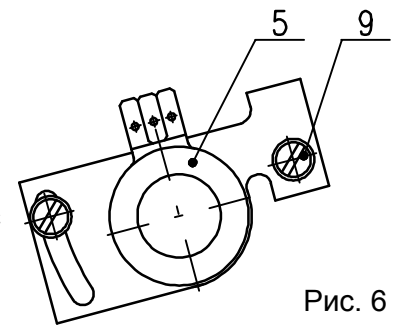

Рис. 6
4.3 Установка датчика сопротивления (рис.6)
- Установте датчик сопротивления на основании инструкции в предыдущей главе так, что величину сопротивления измеряйте на клеммах X-Y (рис.6). (употреблен датчик с сопротивлением 100Ω)
- Поворачиванием устанавливающего триммера ZERO (рис.6) установите величину выходного сигнала тока, измеряемого на клеммах 81-82, на величину 4 мА.